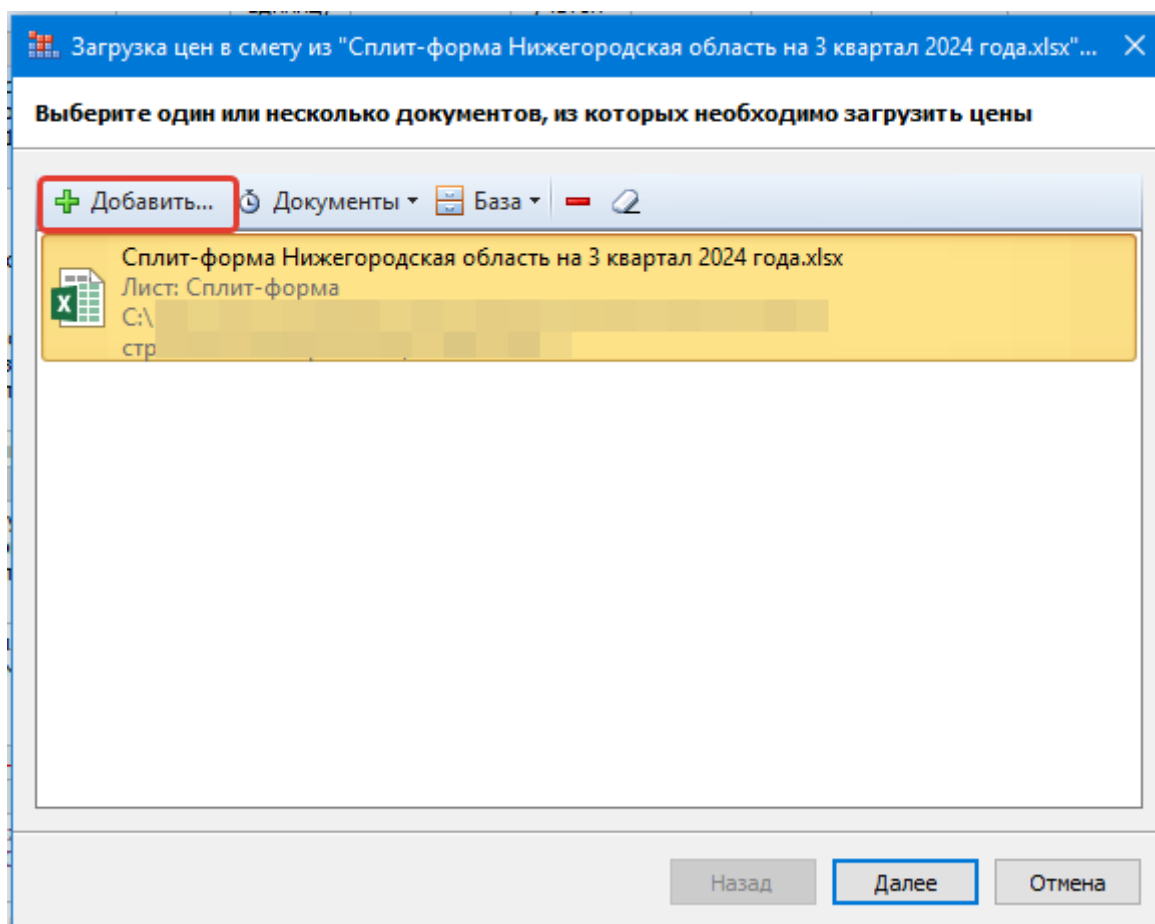

Рисунок 10.3. Выбор сплит-формы
- Нажмите кнопку **Добавить**. На экране появится окно открытия файла, где следует найти файл Excel, скачанный с сайта ФГИС ЦС (см. п. 10.1). Например: **Компьютер – Документы – Сплит-формы – Сплит-форма Нижегородская область на 3 квартал 2024 года**. Выбранный там файл добавляется в список документов, доступных для загрузки данных в смету (рис. 10.3).